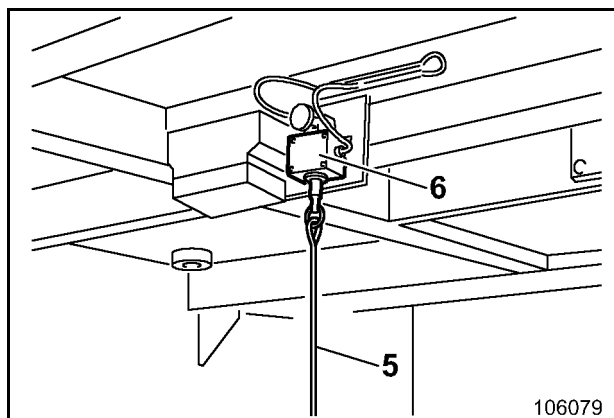

Fig. 2-25:
- Seilzugschalter unter dem Gegengewicht links (5, Fig. 2-25:) ziehen.